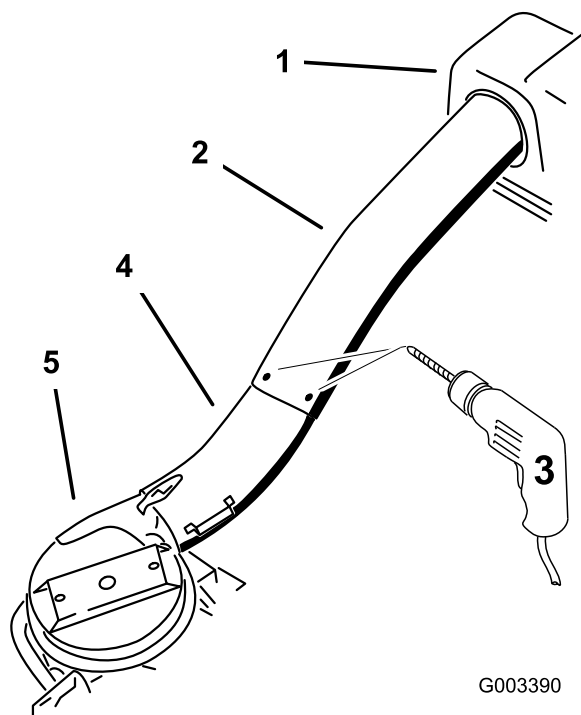

Figura 29
12. Utilizzando i 3 fori o i segni nel tubo superiore come riferimento, eseguite 3 fori (diametro 7/32 pollici) nel punto in cui i tubi superiore e inferiore si uniscono (Figura 29).